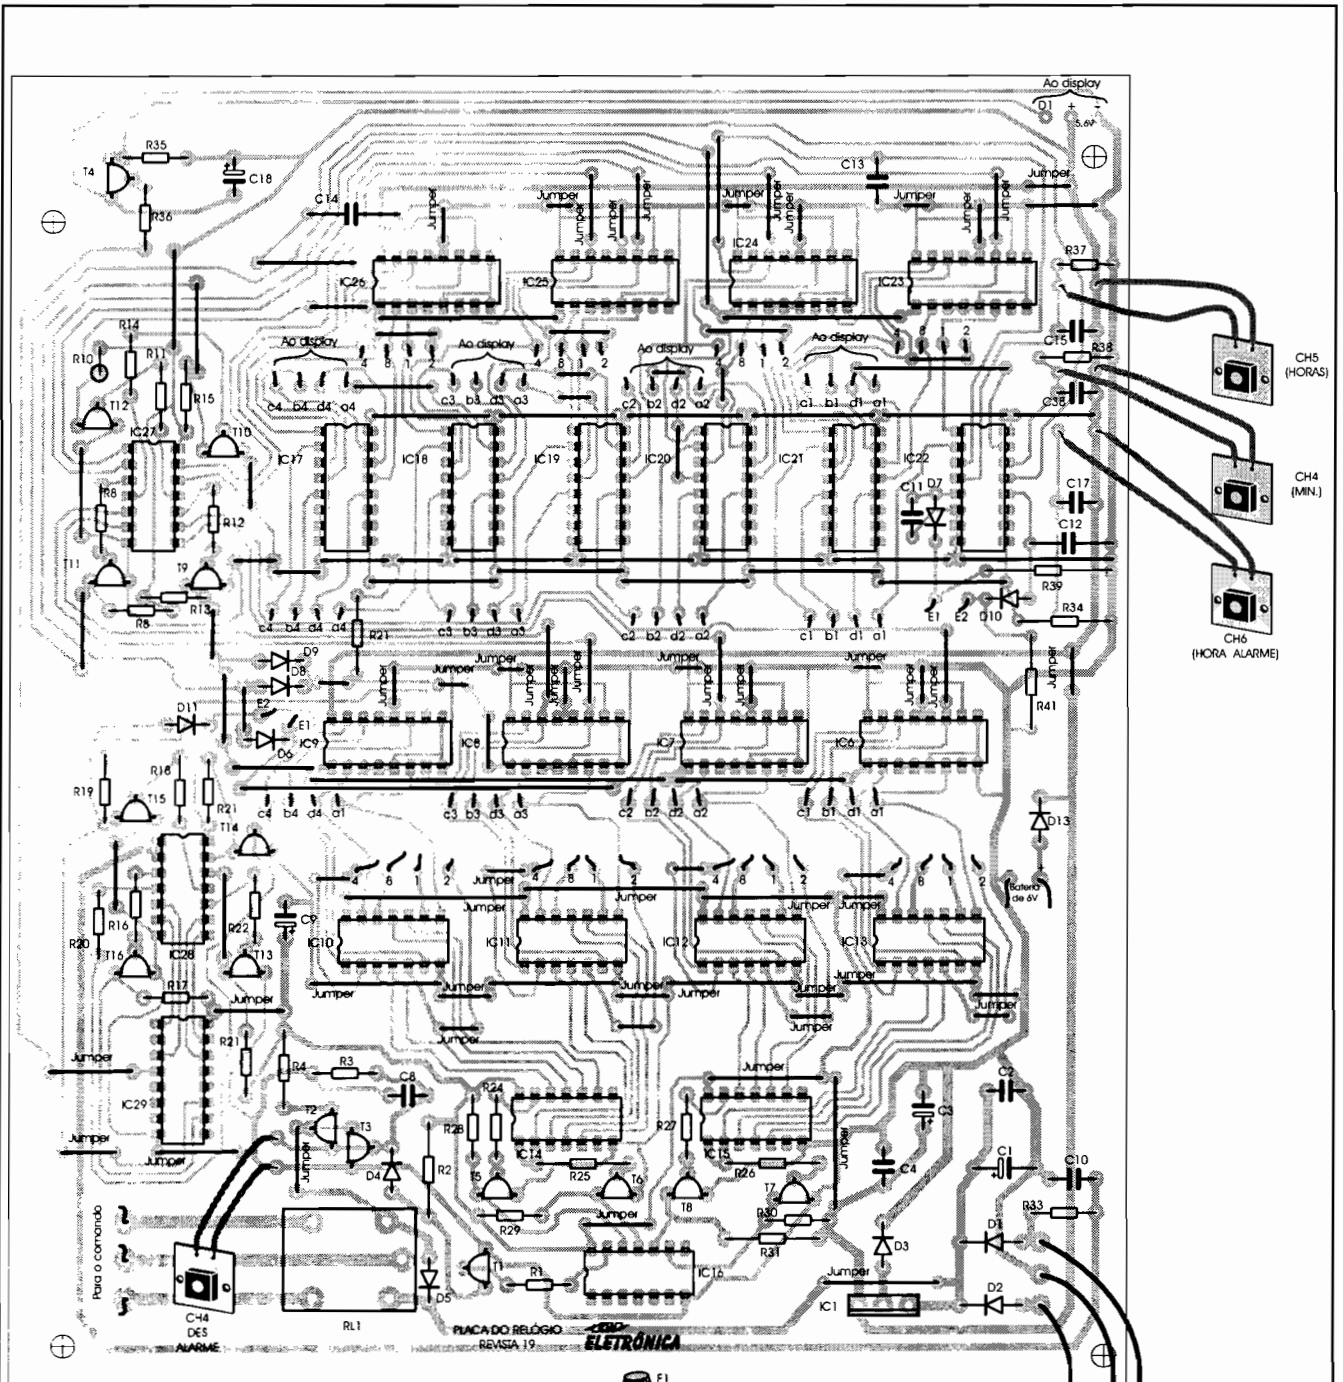

FIGURA 8 - Desenho da placa de circuito impresso principal, mostrando a disposição dos componentes (tamanho reduzido)
- O lado de cima da placa pode ser vista na figura 8, onde podemos ver a disposição de peças na placa circuito, este projeto trabalha com grande quantidade de circui-